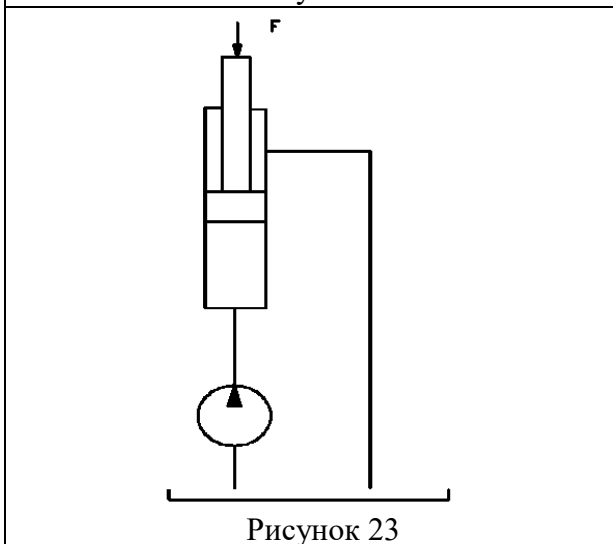

Рисунок 23
24. Поршень гидроцилиндра (рис. 23) диаметром $D = 125$ мм поднимается вверх со скоростью $V = 0,4$ м/с, преодолевая усилие $F = 75$ кН. Определить подачу и давление насоса, а также полезную мощность гидроцилиндра. Давлением жидкости в штоковой полости гидроцилиндра можно пренебречь.
25. Насос с рабочим объемом q , объемным КПД $\eta_{об} = 0,95$, полным КПД $\eta = 0,9$ и потребляемой мощностью $N = 25$ кВт подает рабочую жидкость в поршневую полость гидроцилиндра диаметром $D = 0,25$ м, развивающим на штоке усилие $F = 150$ кН (рис. 23). С какой частотой вращается вал насоса? Потерями давления в гидролиниях можно пренебречь.